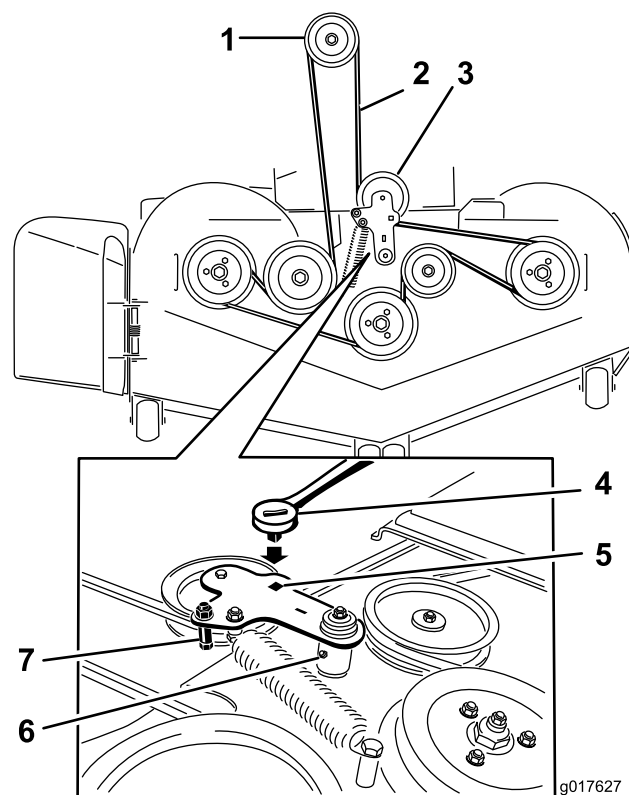

Figure 84
5. Insérez un rochet dans le trou carré du bras de tension pour détendre le ressort de la poulie de tension (Figure 84).
7. Enlevez le guide-courroie situé sur le bras de la poulie de tension rappelé par ressort (Figure 84).
9. Acheminez la courroie neuve autour des poulies du tablier de coupe et de la poulie d'embrayage, sous le moteur (Figure 84).
10. Montez le guide-courroie sur le bras de la poulie tension (Figure 84).
11. Insérez le rochet dans le trou carré et montez le ressort de la poulie de tension (Figure 84).